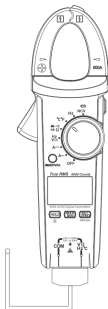

Рис. 13 Измерение температуры
7.10 Измерение температуры (см. рис. 13)